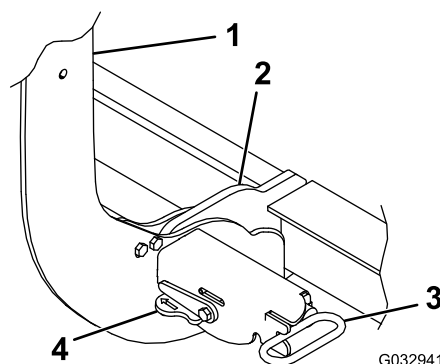

Bild 31
3. Stellen Sie die Hebel an den Kupplungen in die EIN-Stellung (Bild 31).
6. Stellen Sie sicher, dass beide Kupplungsfederstifte ganz in der Kupplung eingerastet sind (Bild 31).